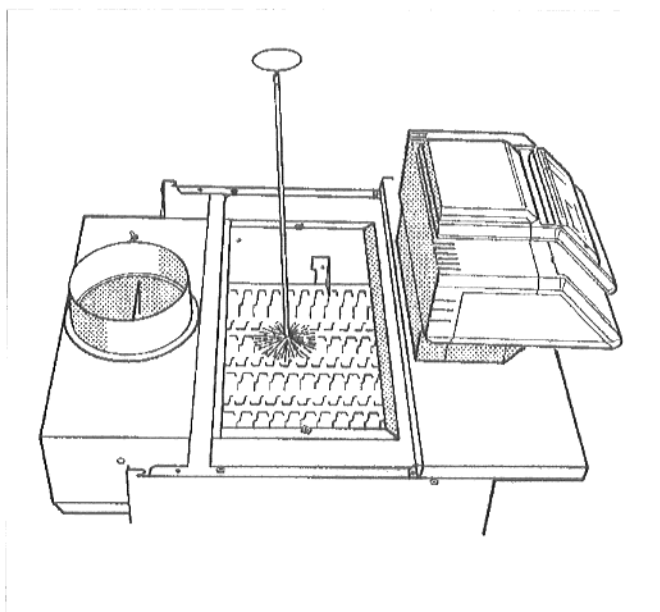

Abb. 33: Bürstenreinigung
- Heizgaszüge durchbürsten (Abb. 33).